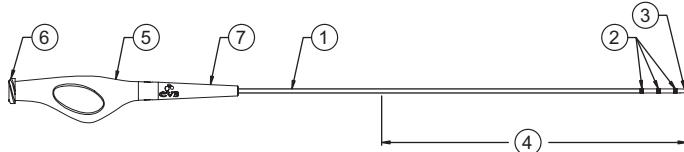

Figura 1. Catéter de soporte TrailBlazer
Como se puede ver en la Figura 1, el cuerpo distal del catéter tiene 3 marcadores radiopacos (2) que facilitan la colocación del catéter. La porción distal de 40 cm del catéter (4) tiene un recubrimiento hidróflico. La luz proximal (6) empieza dentro del colector (5), pasa por el cuerpo del catéter y termina en la punta distal. Esta luz se utiliza para hacer pasar el catéter sobre una guía. Los diámetros máximos de las guías compatibles figuran en las especificaciones de la Tabla 1. El tamaño y la longitud de la guía del catéter están impresos en el liberador de tensión (7).